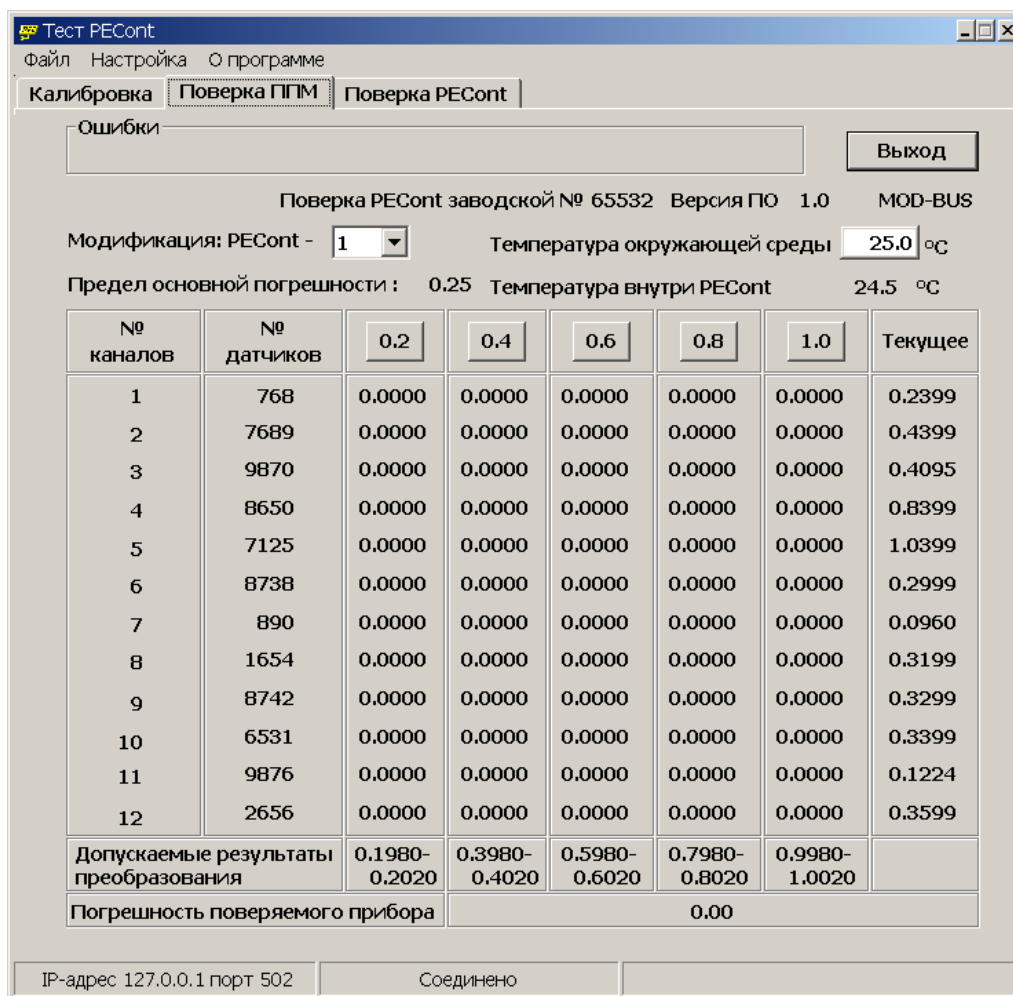

Рисунок 3.6 – Окно вкладки «Поверка ППМ»
3.3.1.7.3 При выборе вкладки «**Поверка ППМ**» на экране появится окно этой вкладки (см. рисунок 3.6).